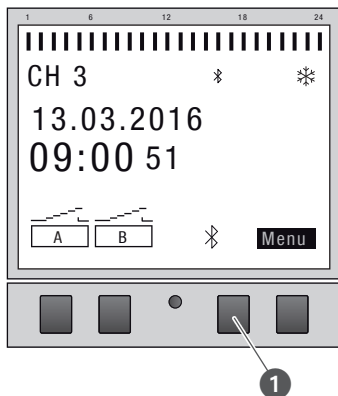

Fig. 22: Opprette Bluetooth-forbindelse på kanalutvidelsen
6. Trykk på Bluetooth-tasten (Fig. 22/①) på kanalutvidelsen.